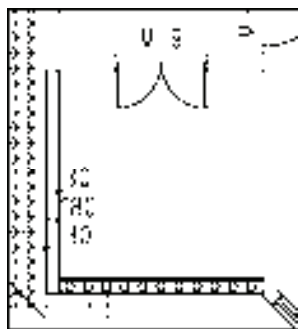

图 13-133 偏移直线
6) 调用“直线”命令，绘制直线；调用“偏移”命令，偏移直线，结果如图 13-133 所示。